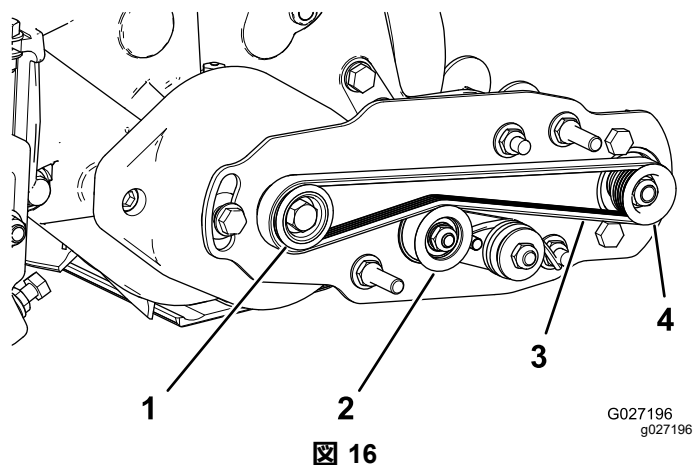

図 16
- 駆動 プーリにベルトを掛け、次に、アイドラプーリの上部に掛ける 図 16。